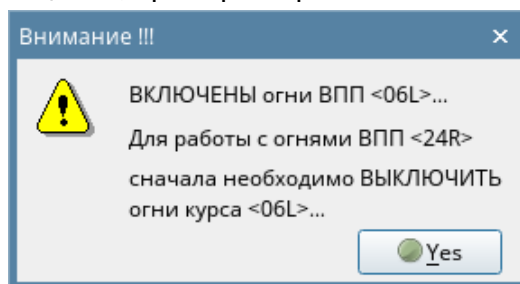

Рисунок 11
**Важно.** Перед сменой магнитного курса на противоположный необходимо **выключить** огни (если они были включены). В случае попытки смены курса без выключения огней на экран автоматически выводится сообщение, пример см. рис. 11.